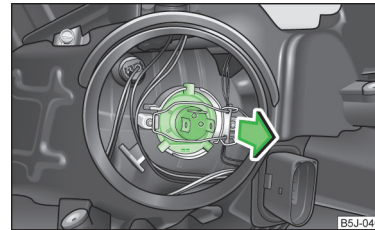

Abb. 158
- › Den Stecker an der Glühlampe abziehen, den Sicherungsbügel entriegeln und die Glühlampe herausnehmen » Abb. 158.